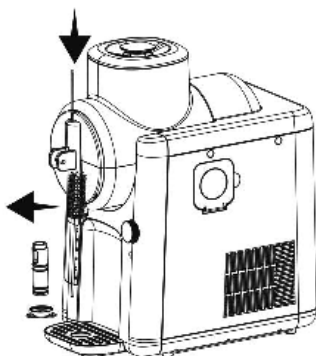

Fig. 6
5. Vri frontdekselet på blandebeholderen mot klokken for å låse det opp, og fjern det deretter (fig. 6).